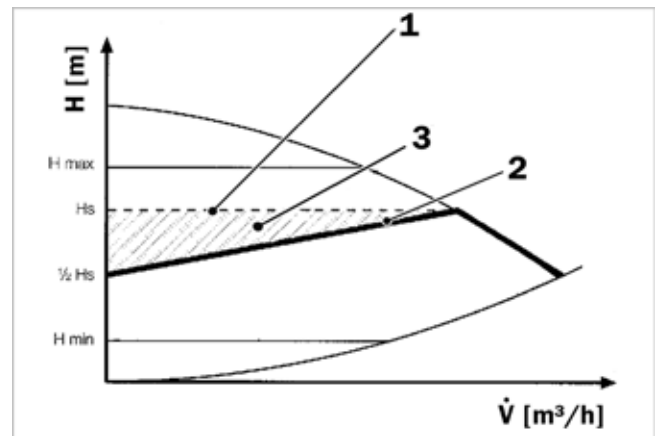

Abb. 4: Regelcharakteristik Wilo Stratos PICO
• Differenzdruck variabel (Δp -variabel) (2)
Die Elektronik verändert den von der Pumpe einzuhaltenden Differenzdruck über den zulässigen Förderstrombereich linear zwischen 1/2 H_s und H_s (vgl. → Abb. 4 (2)). Der Differenzdruck-Sollwert H_s ändert sich mit dem Förderstrom, d. h., bei abnehmender Fördermenge wird auch der Differenzdruck (Förderhöhe) reduziert. Diese Regelungsart bietet sich besonders bei Heizungsanlagen mit Heizkörpern an, da die Fließgeräusche an den Thermostatventilen reduziert werden.